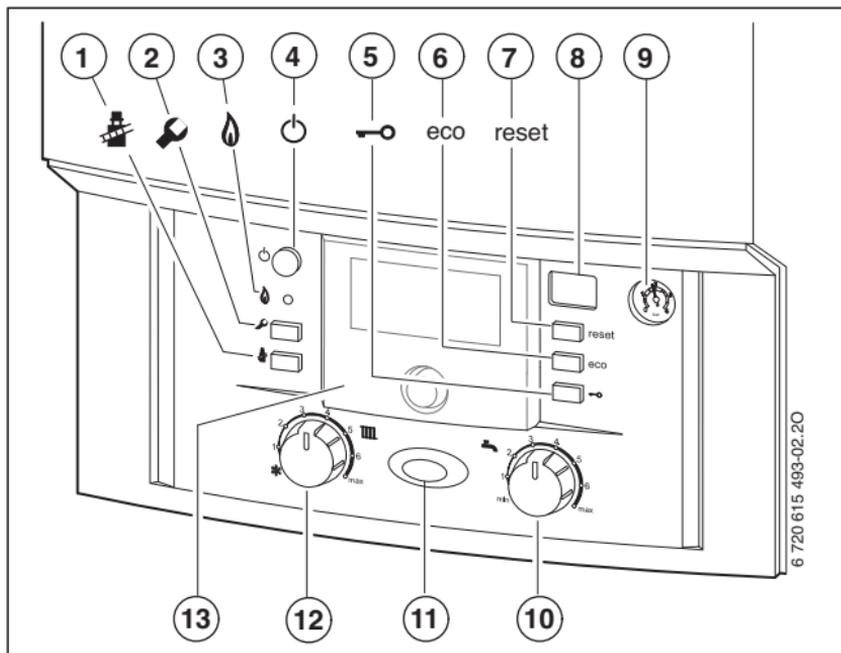

Bild 9
- witterungsgeführter Regler im Gerät eingebaut, → Bild 9, [13], Seite 20. Daraus ergibt sich eine Erweiterung der Bedienelemente am Gerät.